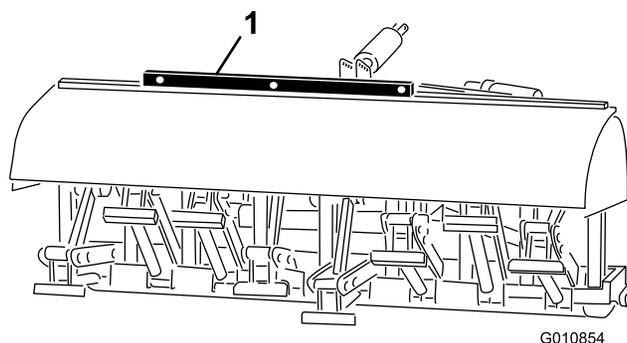

図 25
2. エアレータのフレームの上部に水準器を左右方向に置いて水平度を点検する (図 25)。